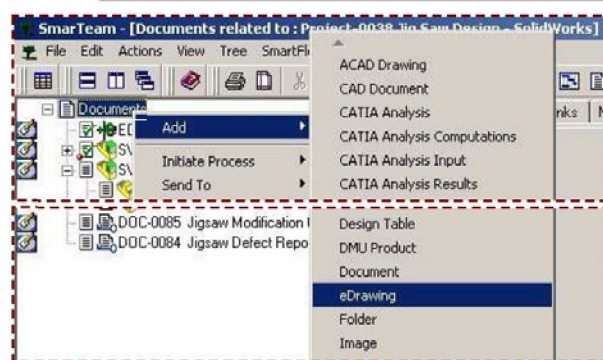

Рис.113
- Для добавления этого файла к документам проекта щелкните правой кнопкой мыши и выберите Add > eDrawing (рис. 113).